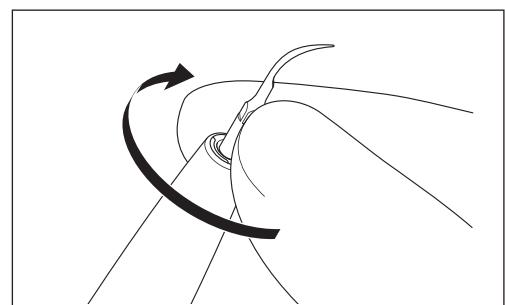

図15
- 2) チップをスケーラーハンドピース先端に挿し込み、軽く締まるまでねじ込みます（図15）。